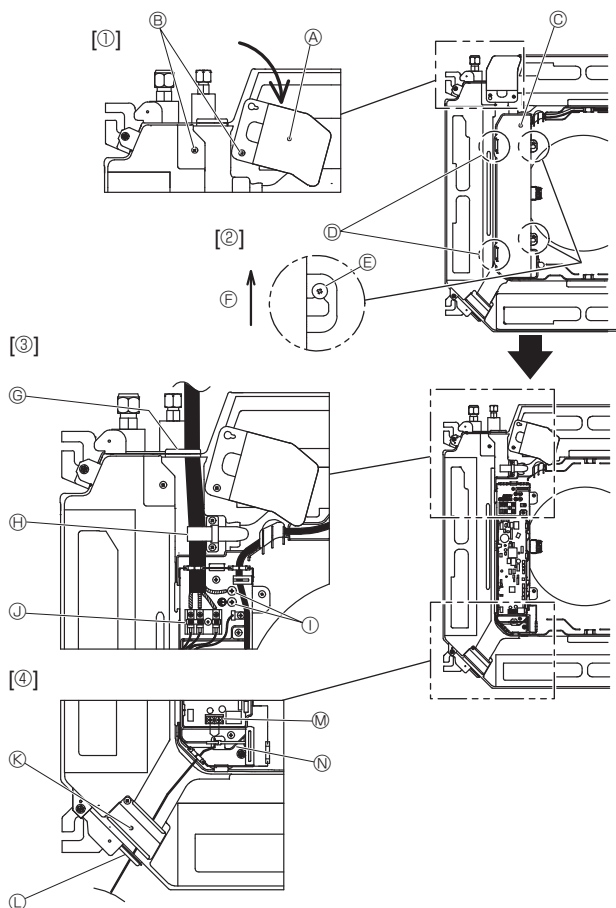
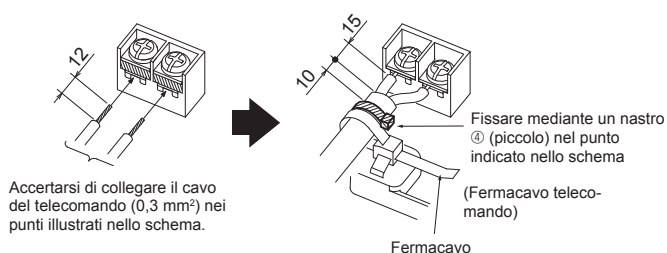

Fig. 6-1
Fig. 6-3
### 6.1. Sezione interna (Fig. 6-1)
- Allentare le 2 viti che assicurano il pannello di servizio dei cablaggi elettrici, quindi ruotare il pannello. [Fig. 6-1 ①]
- Allentare le 2 viti che assicurano il coperchio della scatola elettrica, quindi far scorrere il coperchio. [Fig. 6-1 ②]
- Far passare il cavo di alimentazione, il cavo di connessione dell'unità interna/esterna e il cavo della messa a terra attraverso gli ingressi indicati nello schema. [Fig. 6-1 ③]
Se non è possibile usare terminali a crimpare rotondi, seguire la procedura riportata nelle Fig. 6-3~6-6.
- Far passare e collegare il cavo di controllo remoto attraverso gli ingressi indicati nello schema. [Fig. 6-1 ④, Fig. 6-3]